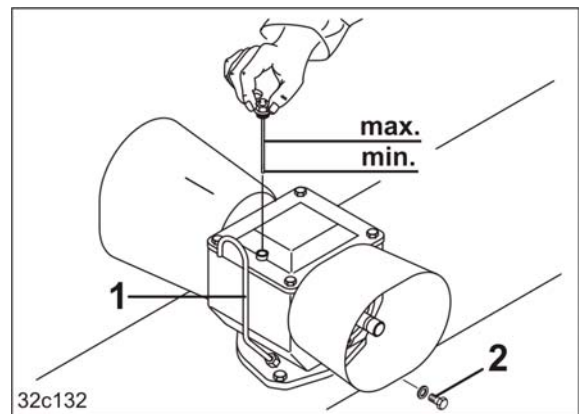

Fig. 176
Giret har et ventilasjonsrør (Fig. 176/1).
3. Skru ut oljetappepluggen (Fig. 176/2).